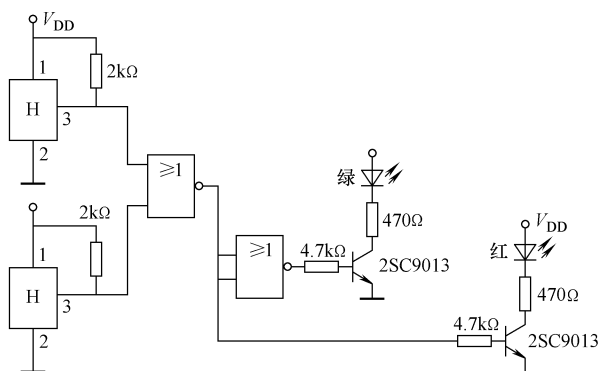

图 1-10 霍尔集成电路组成的关门指示电路
出端③引脚和地②引脚为高电平（接近电源电压），当磁铁 N 极靠近时输出低电平。利用这个原理可组成各种控制电路，如用霍尔集成电路控制继电器的应用电路，当小磁铁靠近霍尔集成电路时，继电器吸合。还可利用霍尔集成电路组成关门指示电路（见图 1-10）。当门打开时，红灯亮，当门关上时，磁铁靠近霍尔集成电路，或非门输出高电平，绿灯亮。